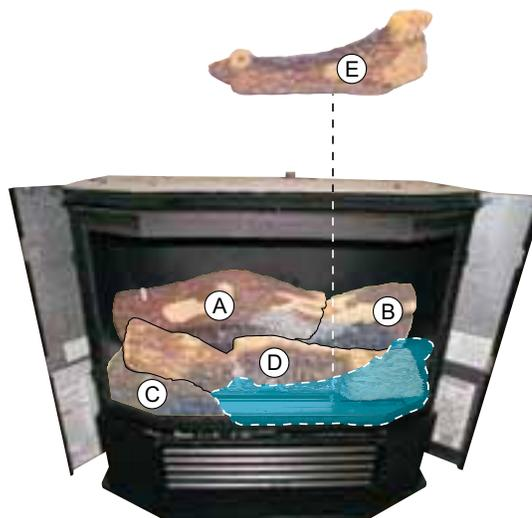

Figure 47
7. Placer la bûche avant droite (E) dans le coin avant droit de la chambre à combustion. Elle doit bien s'insérer dans le coin. Voir Figure 47.